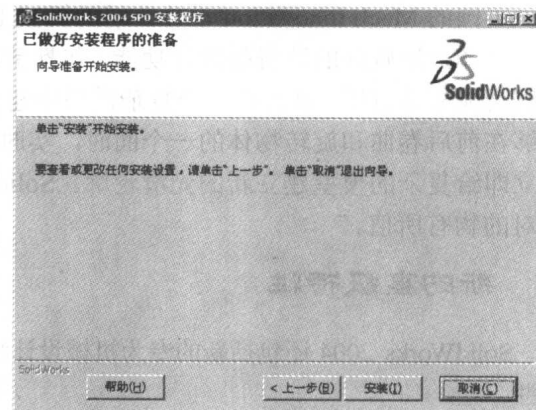

图 1-9
8. 程序提示：已做好安装程序的准备。单击【安装】，如图 1-9。